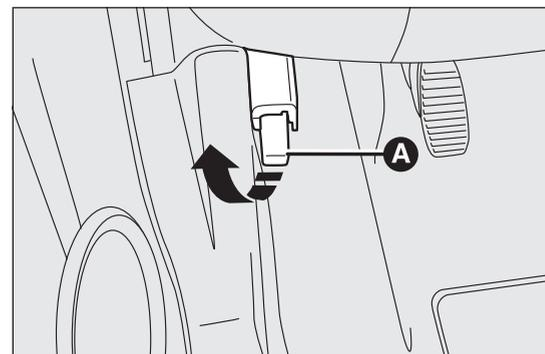

fig. 59
- tirare la leva A fig. 59 nel senso indicato dalla freccia;